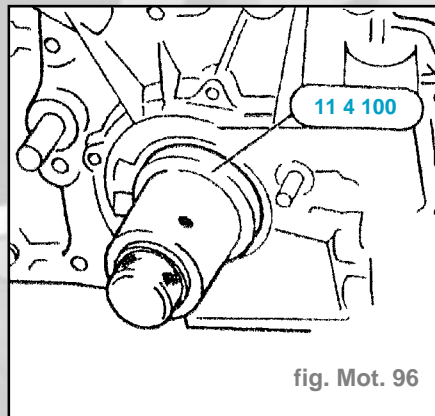

fig. Mot. 96
- A l'aide de l'outil spécial **11 4 100**, centrer la pompe à huile par rapport vilebrequin (fig. Mot. 96).